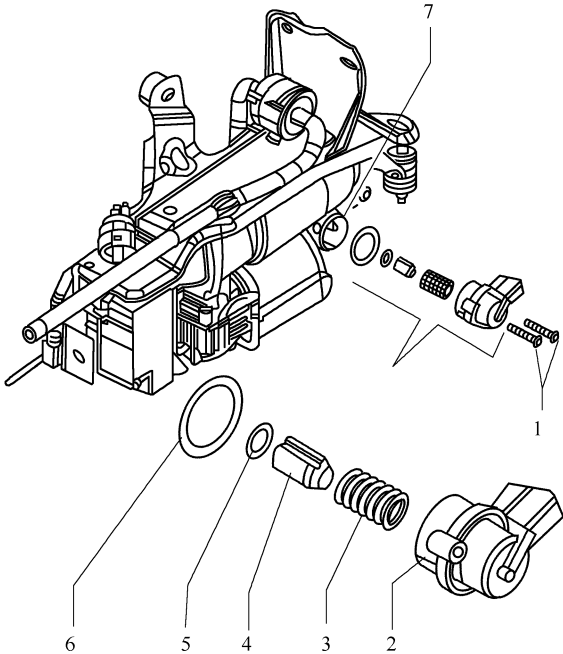

图 4-2-24 水平高度调节系统的部件组成图
- 3) 如图 4-2-24 所示, 脱开水平高度调节系统排气阀的插接器, 拧下螺栓 1, 将水平高度调节系统排气阀 2、弹簧 3 和锚 4 一起取出, 拆下 O 形环 5 和 6。